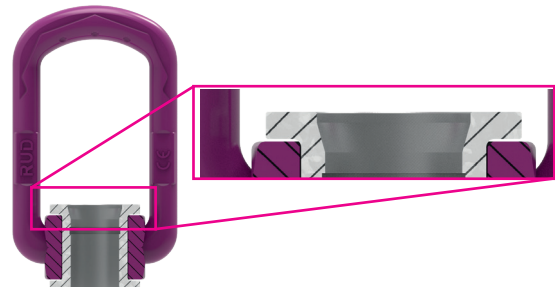

Abb. 9: VLBG-PLUS im Schnitt dargestellt. An der oberen Buchse ist die Einführschräge zu erkennen
1. Stecken Sie die Schraube in die mit einer Einführschräge ausgeführte Buchse (siehe Abb. 9).